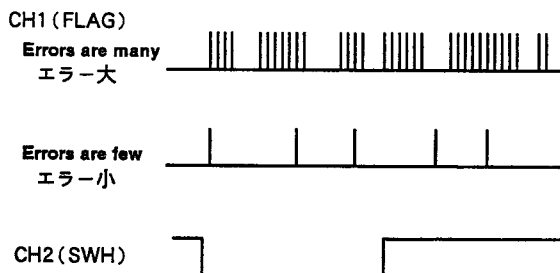

Fig. 6-8
- 3). Adjust the EQ control VR5 (Fig. 6-2) on the RF unit so that the error flag count is minimum. (Refer to Fig. 6-8.)
- 2). ファンクション・テープ (TY-7551) を再生したときのエラー・フラグの数が最小となる位置にRFユニット内のEQ調整用半固定抵抗 VR5 (図6-2) を調整する。(図6-8参照)